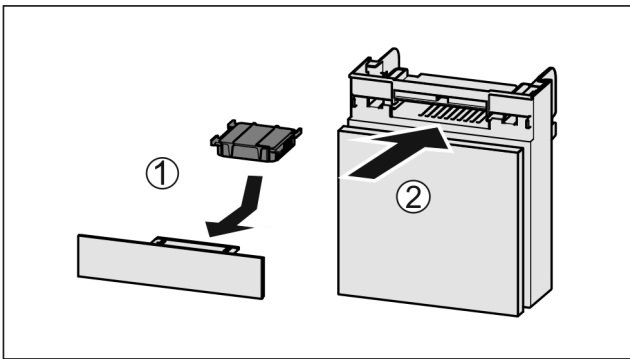

Fig. 128
- ▶ Actiefkoolfilter overeenkomstig afbeelding aanbrengen Fig. 128 (1).
- ▶ Lade erin schuiven Fig. 128 (2).